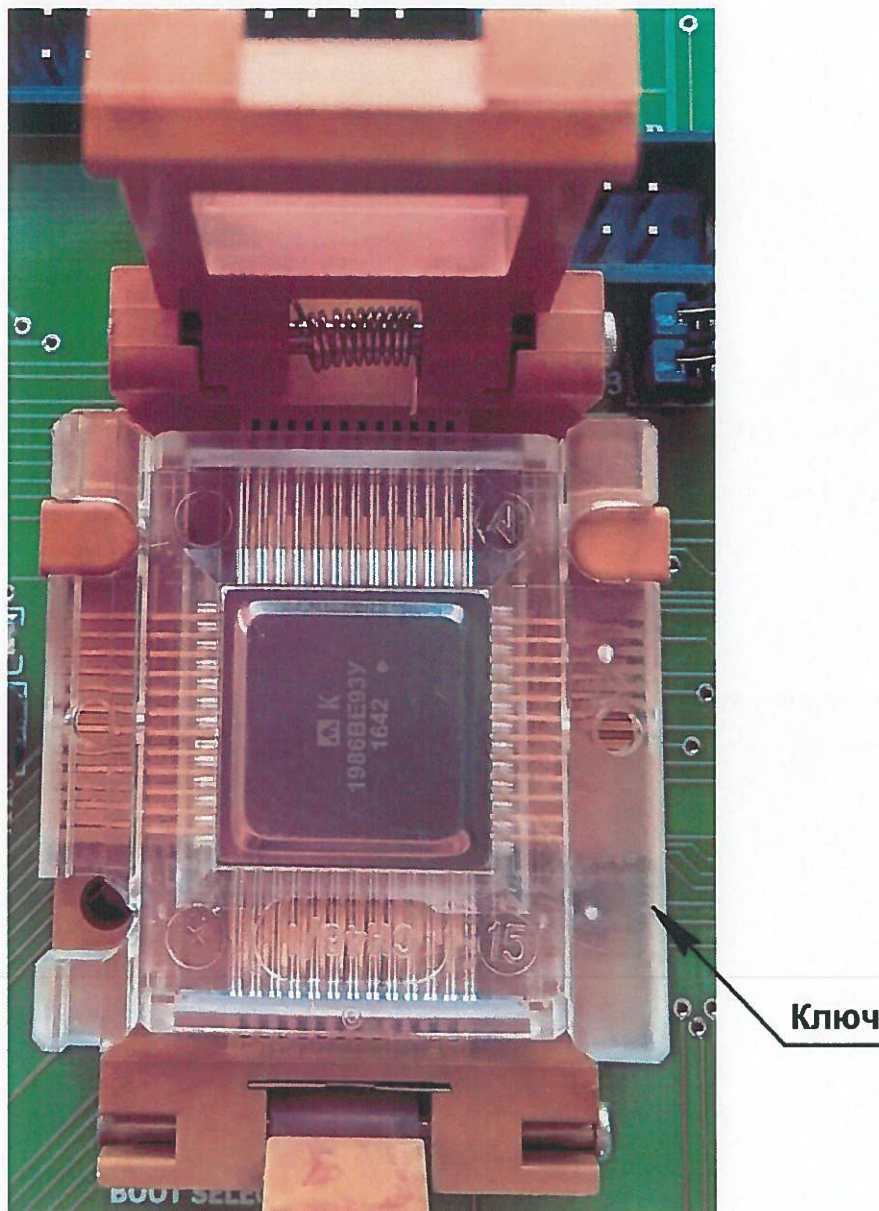

Рисунок 12 - Расположение микросхемы в устройстве контактном
7.3.3 Допускается замена микросхемы на вторую микросхему из комплекта отладочного. Микросхему устанавливать в спутнике-носителе СН48/1 (см. рисунок 11) в устройство контактное Х1, ориентировать согласно ключу (см. рисунок 12).